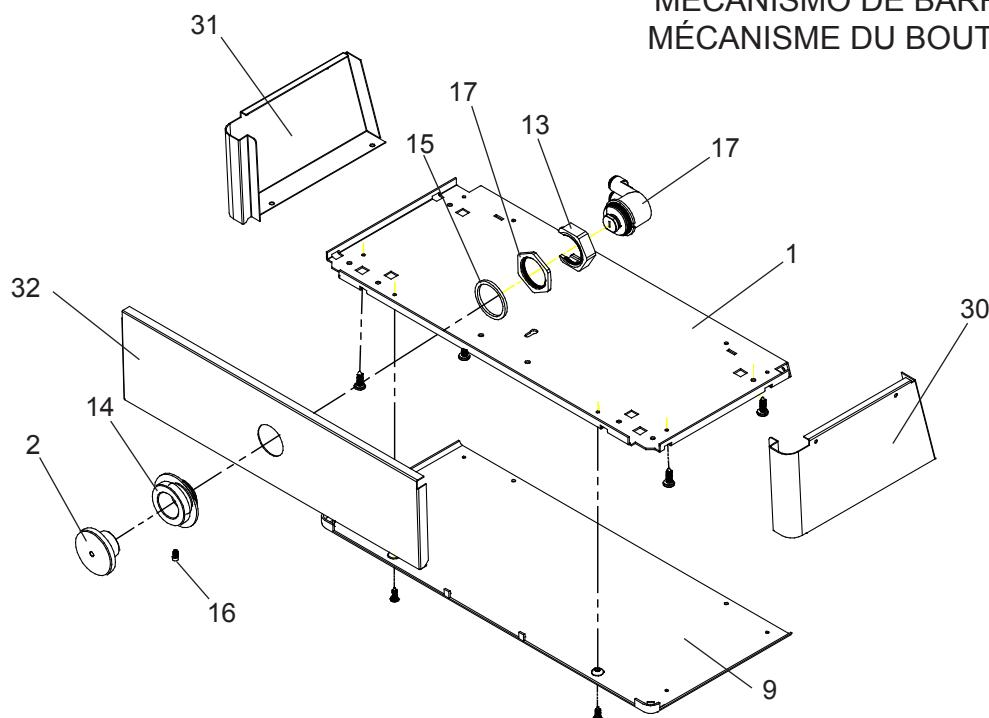
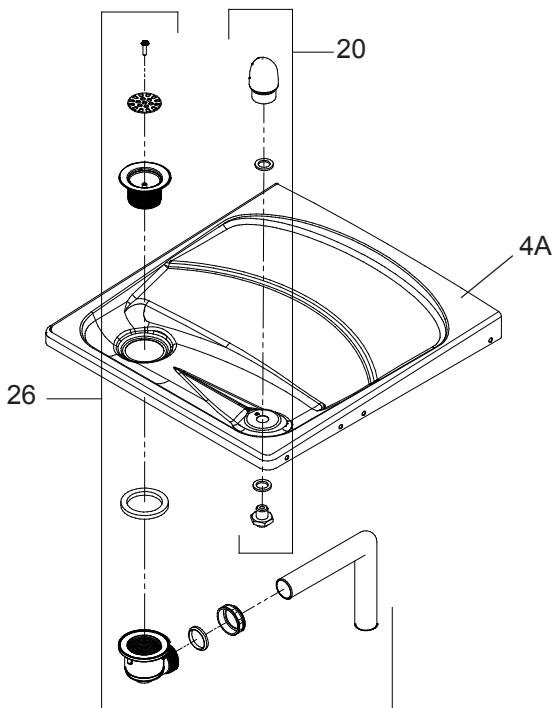

Fig. 4
Fig. 5
- Anchor hanger securely to wall using all five (5) 5/16" dia. mounting holes.
- 4) Hang the cooler on the hanger bracket. Be certain the hanger bracket is engaged properly in the slots on the cooler back as shown in Fig. 4.
- 5) Loosen the two (2) screws holding the lower front panel at the bottom of cooler base and two (2) screws at the top. Remove the front panel and set aside.
- 8) Stream height is factory set at 45-50 PSI. If supply pressure varies greatly from this, readjust stream height to approximately 1-1/2" (38mm) above the bubbler guard by turning adjustment screw, accessible by removing front push panel, (see Fig. 5 & 7).
- 9) Replace the front panel and secure by retightening four (4) screws.
- 5) Afloje los dos (2) tornillos que sostienen la parte inferior del panel en la parte inferior de la base del enfriador y los dos (2) tornillos en la parte superior. Quite el panel frontal y póngalo a un lado.
- 8) La altura del chorro se determina en la fábrica a 45-50 PSI. Si la presión del suministro varía demasiado de este valor, reajuste la altura del chorro a aproximadamente 1-1/2" por encima del protector del borboteador dando vuelta al tornillo de ajuste sacando el panel frontal de empuje, Artículos 7 (vea Fig. 5 y 7).
- 9) Vuelva a colocar el panel frontal y asegúrelo apretando nuevamente los cuatro (4) tornillos.
- 4) Installez le refroidisseur sur les supports en vous assurant que ceux-ci sont bien installés dans les fentes à l'arrière du refroidisseur tel qu'indiqué à la figure 4.
- 5) Dégagéz les deux (2) vis retenant le panneau inférieur avant au bas de la base du refroidisseur ainsi que deux (2) vis sur le dessus. Retirez le panneau avant et mettez-le de côté.
- 8) Le niveau d'écoulement est réglé en usine à 45-50 Lb/po2. Si la pression varie beaucoup de ce point, ajustez le niveau à nouveau à environ 1-1/2" (38mm) au-dessus du protège-barboteur en tournant la vis de réglage du régulateur que l'on trouve en retirant le panneau, article 7 (voir fig. 5 et 7).
- 9) Replacez le panneau avant et fixez le en place en resserrant les quatre (4) vis.